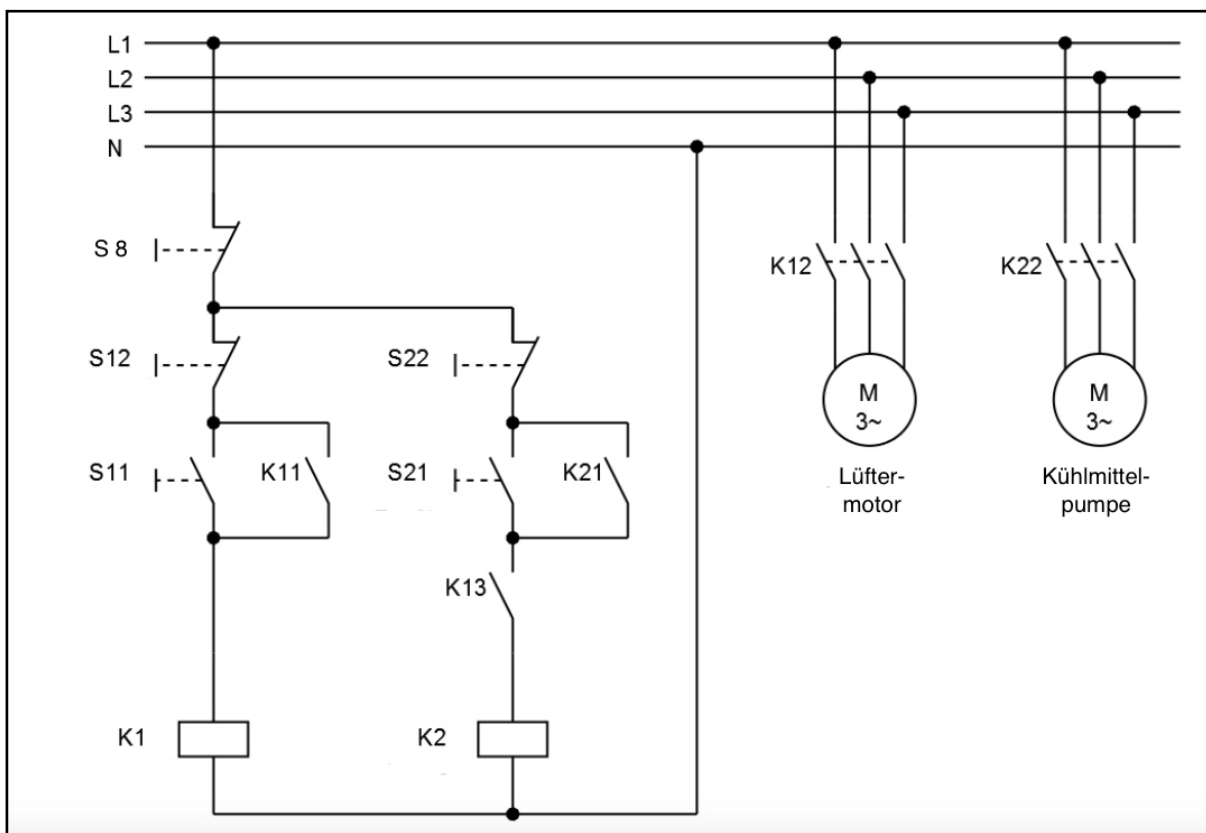

Abbildung 2: Stromlaufplan zur Ansteuerung der Kühlmittelpumpe und des Lüftermotors vom Klimagerät
- Legen Sie ein neues Projekt namens „**Klimageraet\_FUP**“ an und setzen Sie die in Abbildung 2 dargestellte Logik in der Programmiersprache FUP um. Beachten Sie hierbei die in Tabelle 3 vorgegebenen Hardware-Belegungen.
- Speichern Sie Ihr Projekt unter dem Namen „**Klimageraet\_KOP**“ und setzen Sie die in Abbildung 2 dargestellte Logik in der Programmiersprache KOP um! Beachten Sie, dass Sie hierfür **keine Flipflops** benutzen dürfen, sondern lediglich setzende und rücksetzende Spulen!